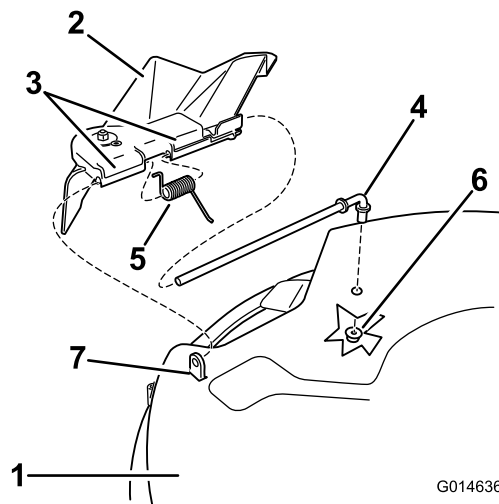

Figure 61
1. Retirez l'écrou (3/8 po) de la tige, sous le tablier de coupe (Figure 61).
2. Sortez la tige de la courte cheville de positionnement, du ressort et du déflecteur d'herbe (Figure 61).
4. Remettez en place le déflecteur d'herbe (Figure 61).
7. Insérez la tige dans le deuxième support du déflecteur d'herbe (Figure 61).
9. Fixez l'extrémité arrière de la tige dans le tablier de coupe à l'aide d'un écrou (3/8 po), comme montré à la Figure 61.